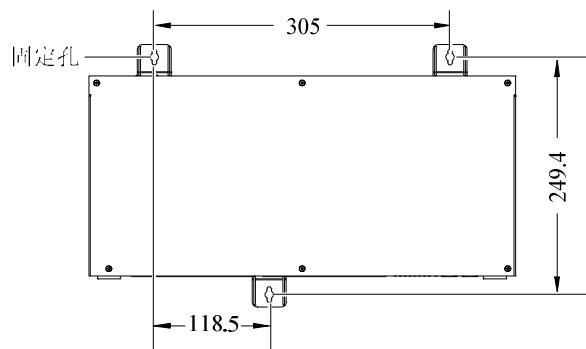

图2-2 定位孔尺寸（单位：mm）
2. 参照图 2-2 的尺寸，用  $\Phi 6$  冲击钻在墙上钻 3 个 70mm 深的定位孔（孔间距最大允许误差 1.3mm），并将 3 个塑料膨胀管敲入定位孔中。
3. 把采集器放到安装位置（接线端子朝下），通过上墙支架的固定孔（见图 2-2）将自攻螺钉拧进塑料膨胀管中，从而将采集器固定在墙上。